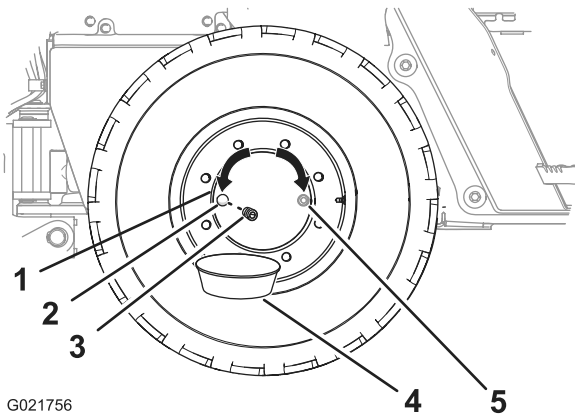

Bild 64
2. Bewegen Sie die Maschine vorwärts oder rückwärts, bis die Schraube für die Radnabe entweder auf 3 Uhr oder 9 Uhr steht (Bild 64).
4. Stellen Sie eine Auffangwanne unter die Ablassschraube in der Radnabe (Bild 64).
5. Nehmen Sie die Schraube aus Radnabe (Bild 64).
6. Der Ölstand sollte an der Unterseite des Gewindes der Ölöffnung sein (Bild 64).
8. Setzen Sie die Schraube in die Ölöffnung der Radnabe ein (Bild 64).